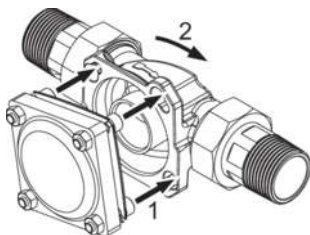

Abb. 4: Schrauben durchführen und einrasten
4. Das Gerät an den geräteseitigen Flansch („G“) des eingebauten Umgehungsventils ansetzen und die Schraubenköpfe durch die Bajonettbohrungen des Umgehungsventils führen (Befestigungsprinzip siehe Abbildung 4).